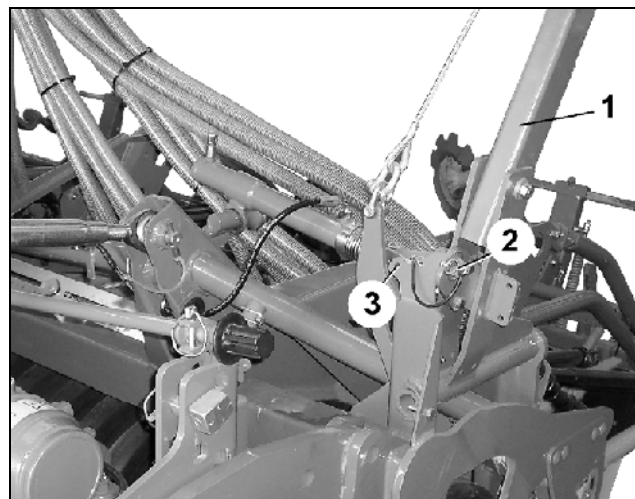

Fig. 111
- Spuranreißer-Ausleger (Fig. 111/1) festhalten und Klappstecker (Fig. 111/2) (erforderlich zum Transport) entfernen.
- Klappstecker bei Nichtgebrauch in der Lasche (Fig. 111/3) abstecken.
Nach Entfernen des Klappsteckers (Fig. 111/2) neigt sich der Spuranreißer-Ausleger leicht zur Seite.